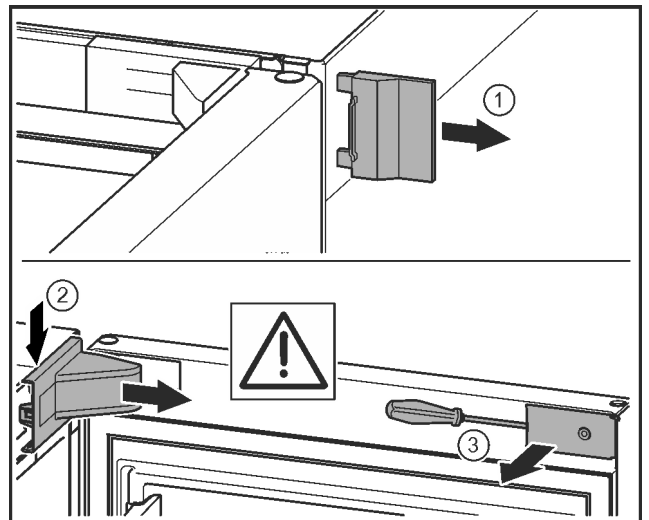

Fig. 10
- Vegye le a külső fedelet. Fig. 10 (1)
- Pattintsa ki és oldja ki a csapágybak fedelét. Vegye le a csapágybak fedelét. Fig. 10 (2)
- Hornyoltfejű csavarhúzóval pattintsa ki a lemezt, és fordítsa oldalra. Fig. 10 (3)